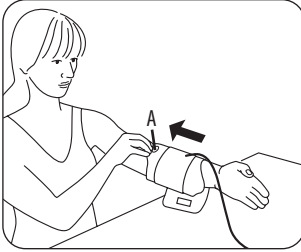

Abb. 1
- Die Messung muss am unbedeckten Oberarm durchgeführt werden. Sollte Ihre Manschette komplett geöffnet sein, so führen Sie das Ende der Manschette durch den Metallbügel, sodass eine Schlaufe entsteht. Der Klettverschluss muss dabei außen liegen. Fassen Sie die Manschette an der Griffflasche A (siehe Abb. 1) an und stülpen Sie diese über den Oberarm.